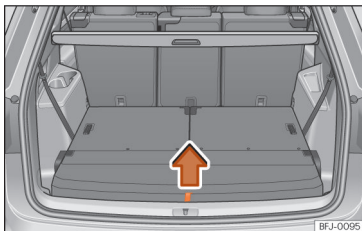

Abb. 126 Im Gepäckraum: Gepäckraumboden anheben.
- » **Abb. 126** in Pfeilrichtung nach oben ziehen und herausnehmen.